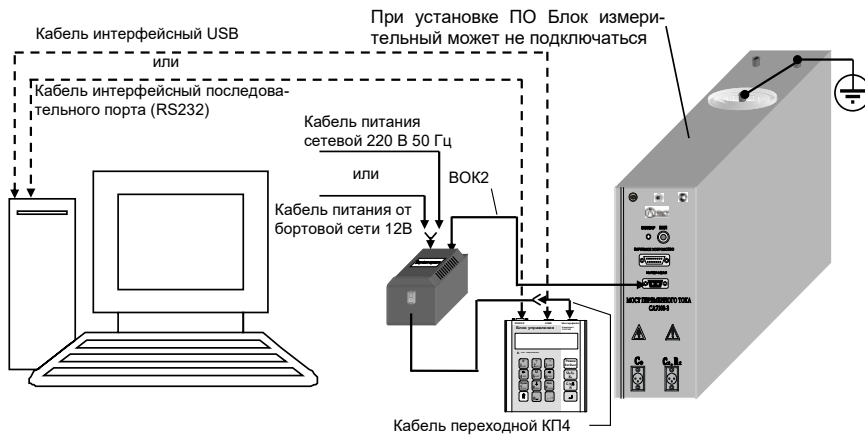
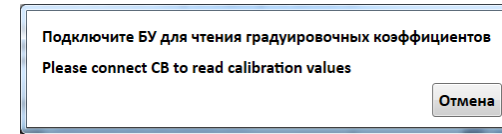

Рисунок 8.1
Рисунок 8.12
8) На экране появится окно (рисунок 8.12), которое через несколько секунд исчезнет, если БУ подключен (рисунок 8.1).